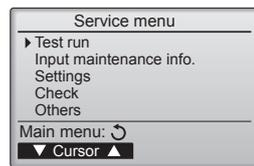

Fig. 7-4
- ③ Wählen Sie "Test run" (Testlauf) mit der Taste  oder , und drücken Sie die dann die Taste . (Fig. 7-4)